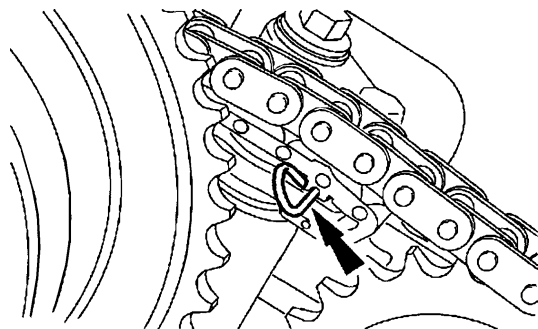

图 15-28 拆下限位销
11) 拆卸左侧次级正时链条张紧器内插入的限位销, 如图 15-28 所示。